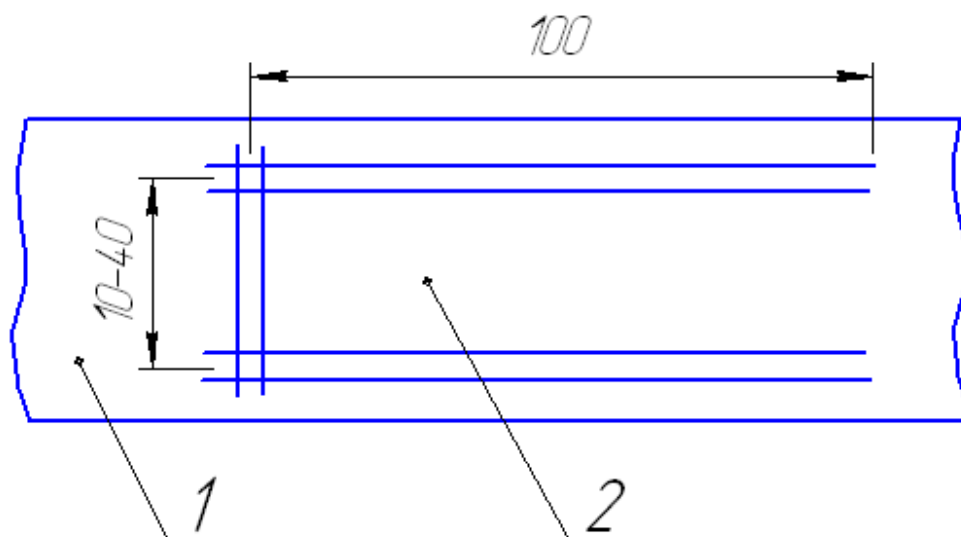

Рис.3
3). В соответствии с рис.3 на защитном покрытии 1 вырезают полосу 2.